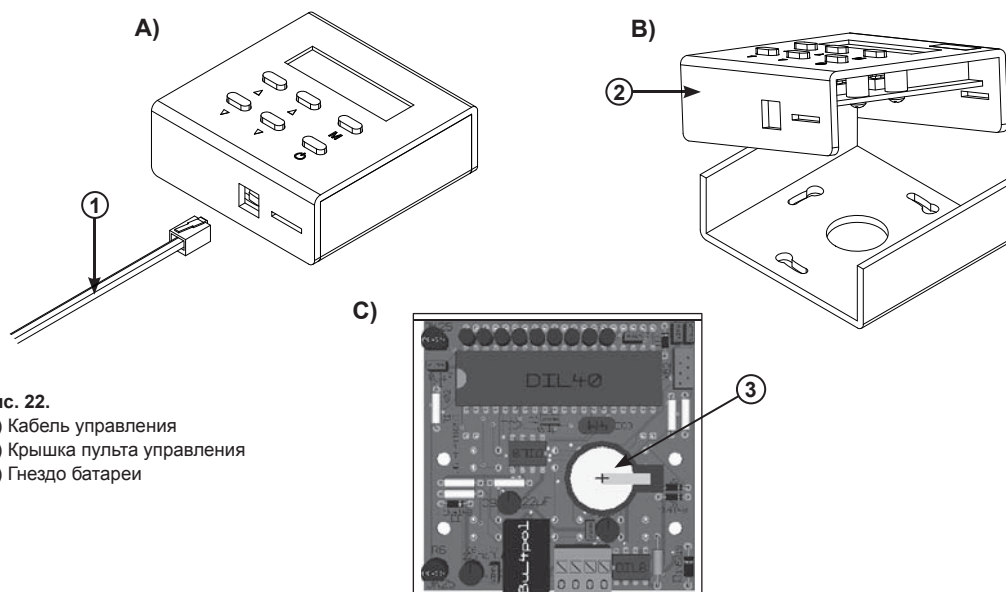

Рис. 22.
- Отсоедините кабель управления (1) от нижнего разъема пульта.
- Снимите крышку (2) пульта управления.
- Гнездо (3) батареи расположено на плате. Удалите батарею и установите новую, как показано на рис. 22 С.